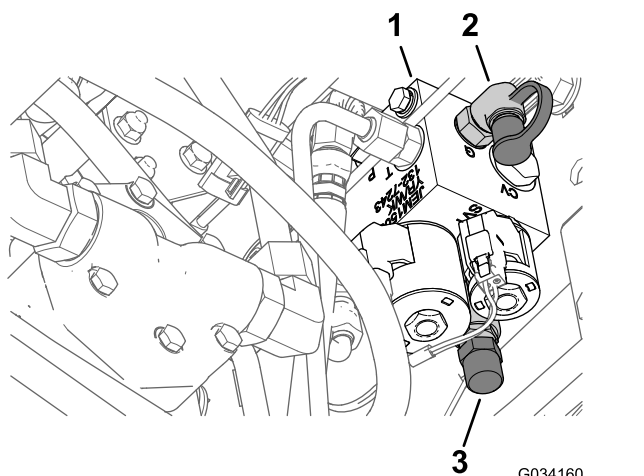

Figura 14
3. Conecte un manómetro al punto de prueba situado en la parte trasera del distribuidor de elevación (Figura 14)
4. En la parte delantera del distribuidor de elevación, retire el tapón de la válvula de transferencia de peso (Figura 14).
5. Afloje la contratuerca de la parte inferior de la válvula de transferencia de peso (Figura 14).